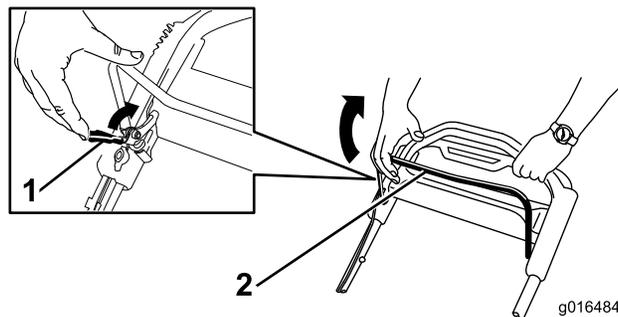

Рисунок 20
1. Потяните фиксатор штанги управления ножом в сторону штанги (Рисунок 20).
2. Медленно потяните штангу управления ножом обратно к рукоятке (Рисунок 20).